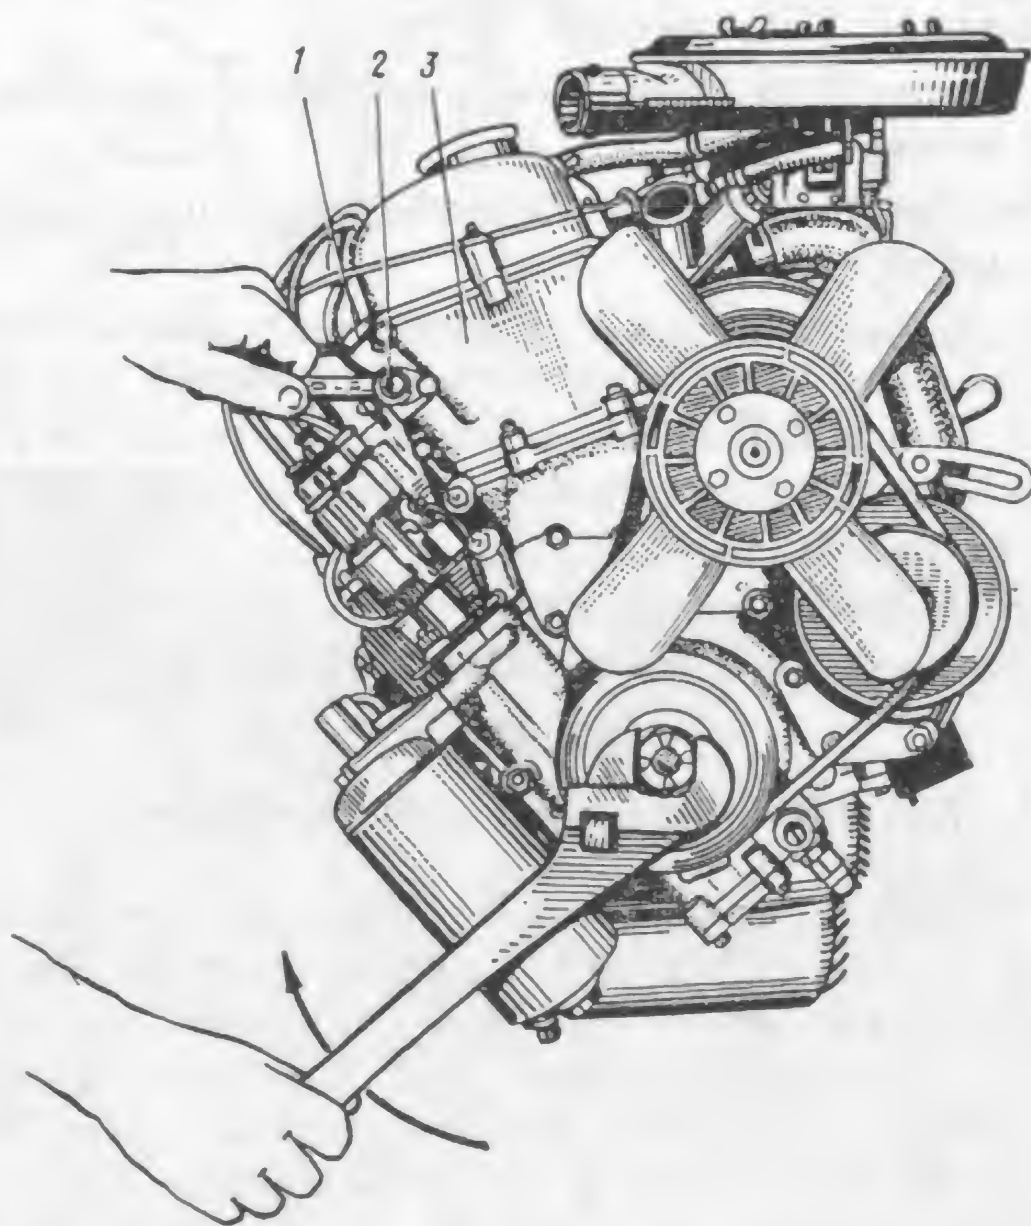

Bild 64. Einstellung der Spannung der Steuerräderkette :
seiner Führung am Deckel 3 (Bild 64) mit Hilfe der Sicherungsschraube 2 verriegelt. Auf diese Art befindet sich die Feder, deren ein Ende an Boden des Kolbens und das andere an Verschlussschraube 1 abgestützt ist, stets in gespanntem Zustand.
3. Kurbelwelle des Motors zügig und rucklos in Uhrzeigersinn um 3—4 Umdrehungen drehen (nur Andrehkurbel oder Schraubenschlüssel an Anwerfklaue der Kurbelwelle benutzen, s. Bild 64). Die Kurbelwelle mit dem Anlasser oder von Hand gegen Uhrzeigersinn (anwerfklauenseitig betrachtet) bei lockerer Arretierschraube durchzudrehen, ist unzulässig.